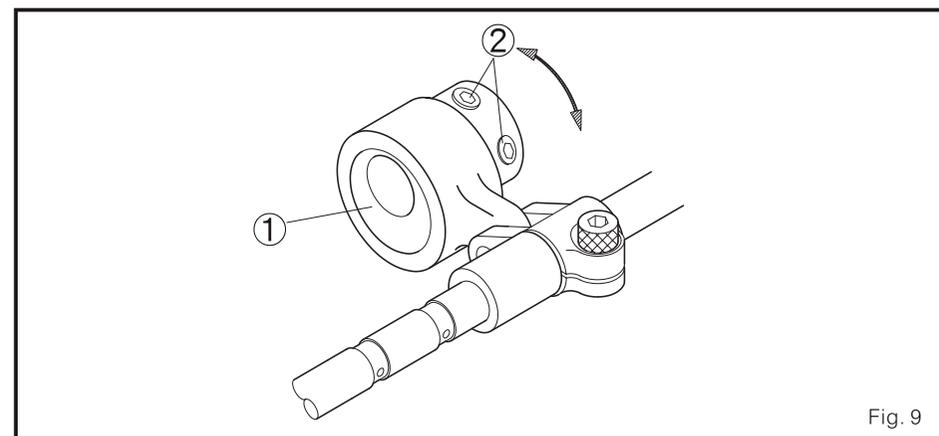

Fig. 9
3. Quando ajuste, solte o parafuso fixo 2 do elíptico 1, mova à frente de atrás para forma que isto ajuste a relação de ritmo entre a agulha e looper. (Fig. 9)